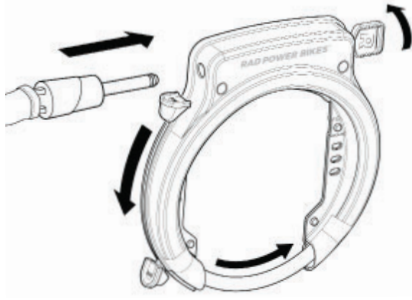

Figure 12 : Installez la chaîne de sécurité et verrouillez la manille
- Tournez la clé dans le sens des aiguilles d'une montre et appuyez sur le levier de pouce vers l'ouverture du verrou de roue jusqu'à ce que la manille se verrouille en position complètement fermée (Figure 12). Tournez ensuite la clé dans le sens inverse des aiguilles d'une montre pour verrouiller la manille dans cette position. Assurez-vous que la manille n'interfère pas avec les rayons ou la jante de la roue. Vérifiez que le vélo est sécurisé. Retirez la clé.